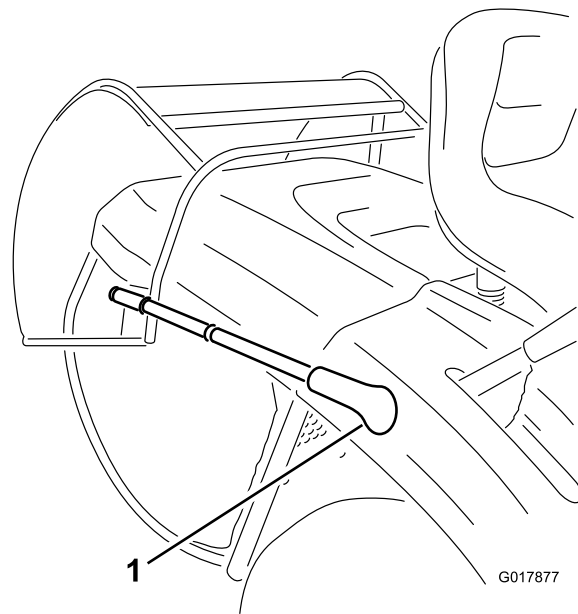

Bild 15
3. Ziehen Sie den Kipphebel des Heckfangsystems nach vorne und kippen Sie das Heckfangsystem (Bild 15).